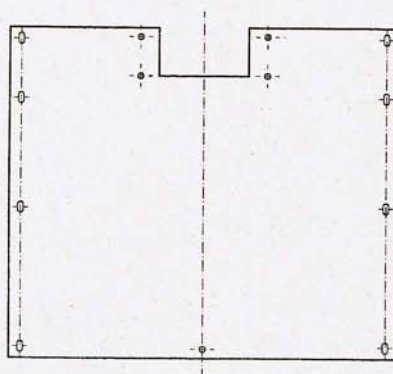

Fig. 8
- 3º Fijar la ventanilla a la tapa embellecedora de madera roscándola sin estrechar completamente los tornillos autorroscantes 2.9 x 12.7 en los agujeros 1 (Fig. 8).